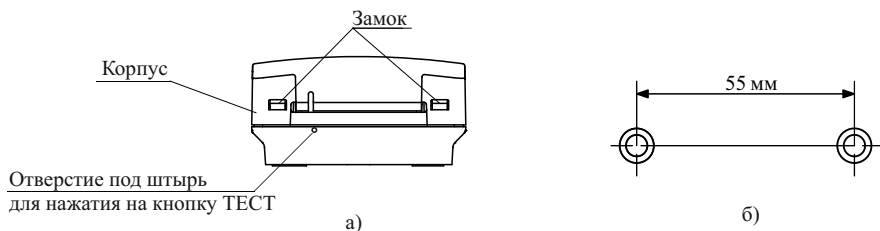

Рисунок 3
- отсоединить корпус от основания, нажав отверткой на замки внизу корпуса (рисунок 3 а). Кнопка УДП при этом должна быть в ненажатом положении;
- в соответствии с проектом необходимо произвести разметку места установки УДП (рисунок 3 б), просверлить два отверстия и вставить дюбели под шуруп диаметром 4 мм;